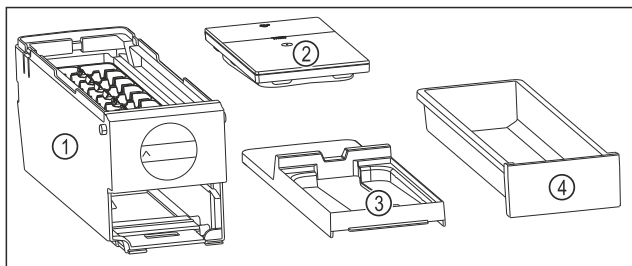

Fig. 185 Beståndsdelar i EasyTwist-Ice
- ▷ EasyTwist-Ice är delad i fyra delar. (se Fig. 185)
- ▶ Ta endast isär EasyTwist-Ice i de avbildade beståndsdelarna. (se Fig. 185)
- ▶ Rengör EasyTwist-Ice-enheten Fig. 185 (1) i sin helhet.